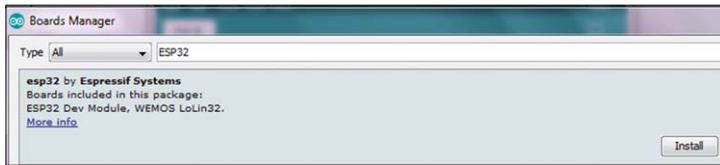

Figure 14.2 Recherche de ESP32
- Cliquez **Outils -> Conseil -> Directeurs de conseils** fenêtre et recherche ESP32 comme indiqué sur la figure 14.2